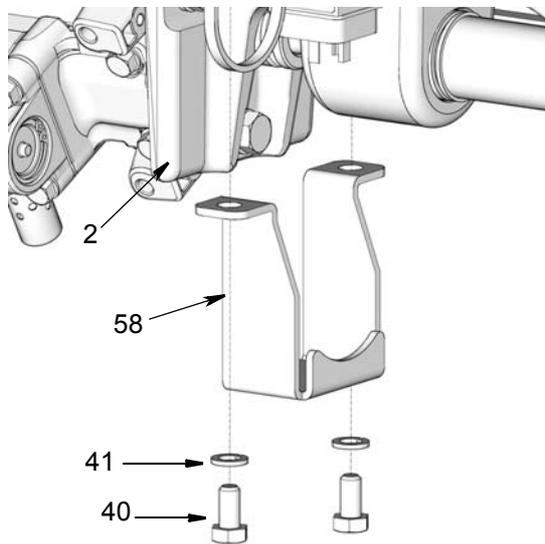

FIG. 13
3. Rimuovere le viti (40), le rondelle (41) e il salvadita (58) dalla base della pompa (2) (FIG. 13).